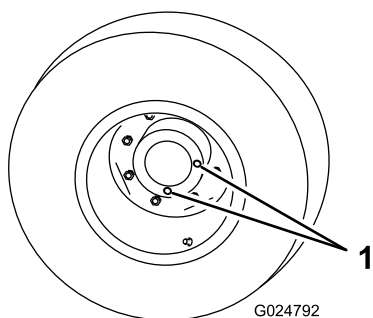

Figure 74
1. Placez la machine sur une surface plane et horizontale et tournez une roue de sorte que les bouchons de contrôle/vidange se trouvent à la position la plus basse (6 heures) (Figure 74).